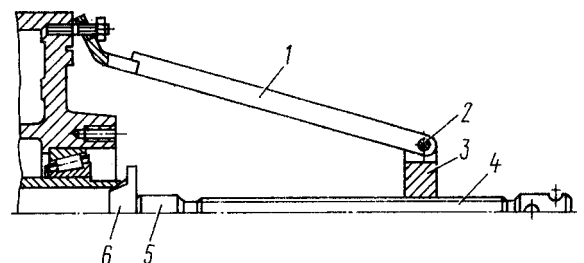

Рис. 232. Снятие ступицы заднего колеса съемником: 1 - лапа; 2 - ось; 3 - траверса; 4 - винт; 5 - наконечник; 6 - упор
- снимите полуось и прокладки фланца полуоси. Ступицу заднего колеса снимайте аналогично, как и переднего, при этом применяйте наконечник 5 (рис. 232) и упор 6.